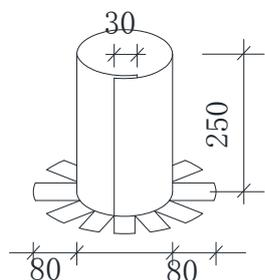

图 3 出屋面管道防水卷材
l) 出屋面管道根部应采用卷材包裹，高度  $250\text{mm} \pm 5\text{mm}$ ，包裹卷材自行搭接宽度为  $30\text{mm} \pm 5\text{mm}$ 。包管卷材至管根应采用“裙分”开叉的方法与平面卷材搭接，“裙分”宽度为  $80\text{mm} \pm 5\text{mm}$ ，分 12~14 等份（图 3）。